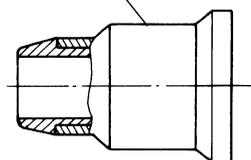

図3-3
- ③ ストップパ… (コードNo.305275) (図3-3)